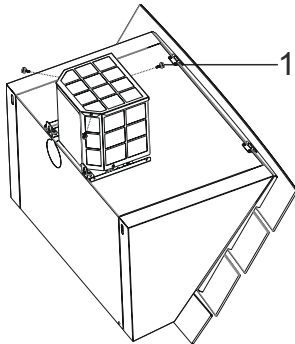

Fig. 11
- Fjern de 3 skruer med plastikhoveder for at afmontere toppladen på kulfilterkabinettet (Fig. 11).